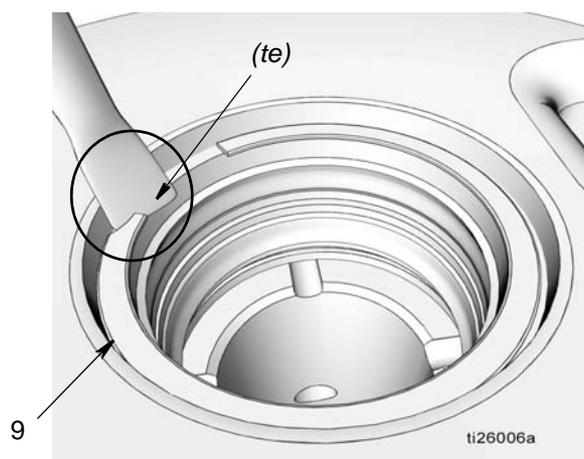
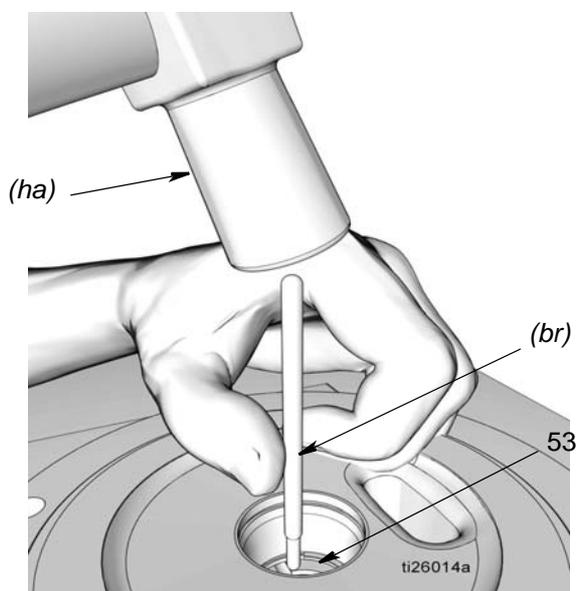

FIG. 25
FIG. 26
- Inserire la lama di un piccolo, cacciavite piatto sotto il bordo conico (*te*) dell'anello di sicurezza (9) e rimuovere l'anello come mostrato in FIG. 25.
- Rimuovere il distanziale conico (10), la tenuta (11) e il distanziale (12).
- Inserire la lama di un piccolo cacciavite piatto sotto il bordo conico (*te*) dell'anello di sicurezza (51) e rimuovere l'anello come mostrato in FIG. 25, quindi rimuovere l'anello di sicurezza. **NON RIMUOVERE L'ULTIMO ANELLO DI SICUREZZA (51).**
- Rimuovere il distanziale (12), la tenuta (11) e il distanziale (12).
19. Utilizzare un'asta in ottone morbido (*br*) e un martello (*ha*) per colpire delicatamente la manica dell'elemento della pompa (53) e rimuoverlo dalla base della stessa (1) (FIG. 26).